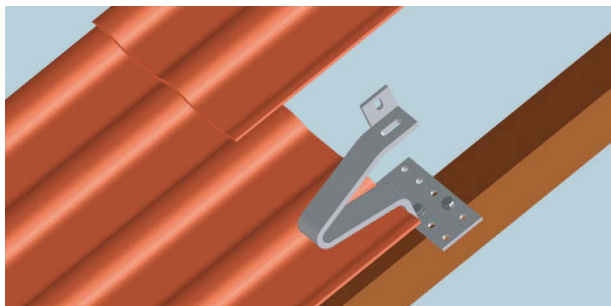

Рис. 6: Монтаж (рис. кровельных кронштейнов арт. № 136 1262).
1. Кровельные кронштейны рис.6 крепятся саморезами для дерева на стропила. Саморезы для крепления кровельных кронштейнов на кровельную конструкцию не входят в комплект поставки. Основа кронштейна обеспечивает надежное крепление на кровле. Данные по общей нагрузке в регионах с высоким снежным покровом или сильными ветрами доступны в статистическом бюро.